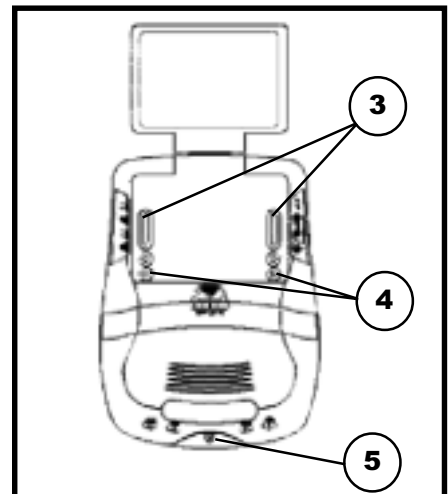

FIGURE 44
- e.) TIGHTEN DOWN ALL FIVE SCREWS. (SEE FIGURE 44)